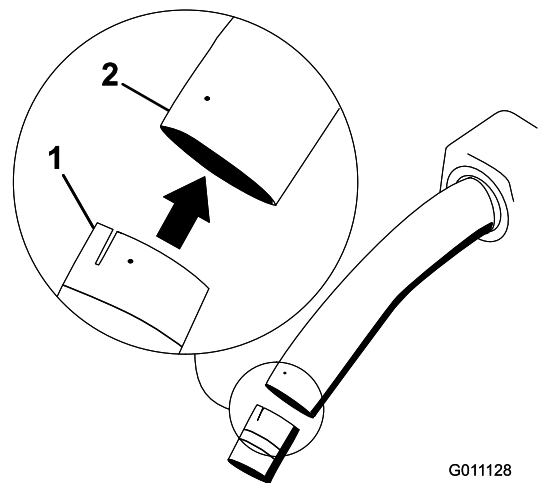

Figura 25
8. Instale o conjunto do tubo intermédio e inferior no tubo superior (Figura 25).